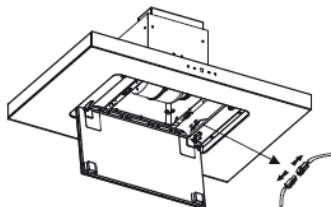

Figura 2
2. Cercare il cavo della luce sul retro della bussola del cavo. Tirare leggermente il cavo e scollegare il collegamento (vedi figura 2).